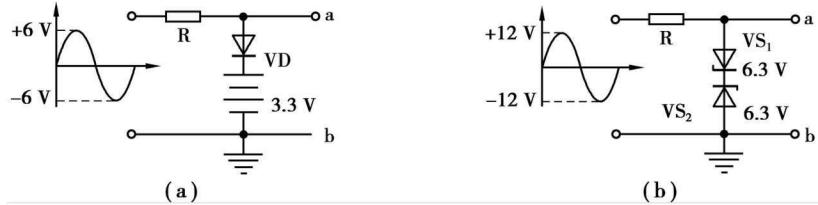
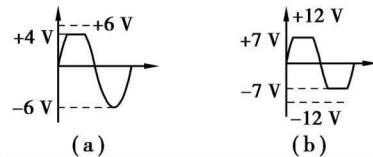

图 1-3
图 1-4
例1-2 二极管限幅电路及输入波形如图1-3所示,试作出电路的输出波形。设二极管为硅材料二极管。
解:①在图1-3(a)中,很明显当输入为正半周时,其峰值达到6V,而当电压小于4V时,二极管正极电位小于负极而处于截止状态;当电压大于等于4V时,二极管正极电位将大于负极电位而处于导通状态;当输入为负半周时,二极管正电位始终小于负极而处于截止状态。画电路的输出波形如图1-4(a)所示。
②在图1-3(b)中,这是一种常见的正负双向限幅电路,当输入电压的绝对值小于7V时,VS₁和VS₂均处于截止状态,当输入电压处于正半周且大于7V时,VS₁正偏导通,VS₂处于反向击穿状态;当输入电压处于负半周且小于-7V时,VS₂正偏导通,VS₁处于反向击穿状态,此时输出电压波形如图1-4(b)所示。